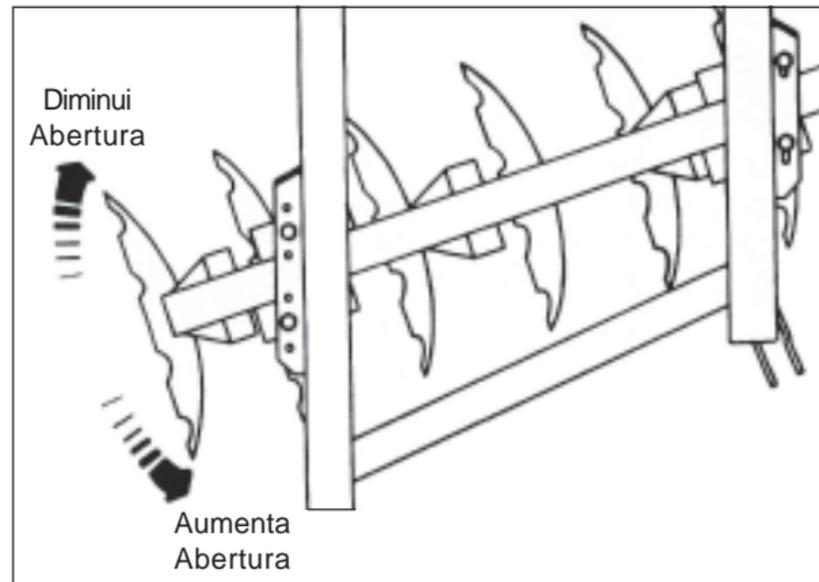

FIGURA 15
REGLAJE DE ABERTURA DE LA GRADA (FIGURA 15)
- Para terrenos con mayor dificultad de penetración, se aumenta la abertura de la grada, según **FIGURA 15**.
- 2 - Para abrir o cerrar la grada, retirar los tornillos que fijan el armazón en el montante y desplazar las armazones en el reglaje ideal, según **FIGURA 15**.